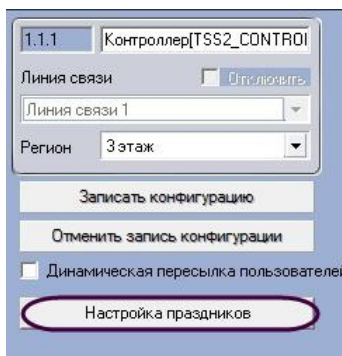

Рис. 3.4—4 Доступ к настройкам праздников
1. Перейти на панель настроек объекта **Контроллер** (Рис. 3.4—4).
2. Нажать кнопку **Настройка праздников** (Рис. 3.4—4).